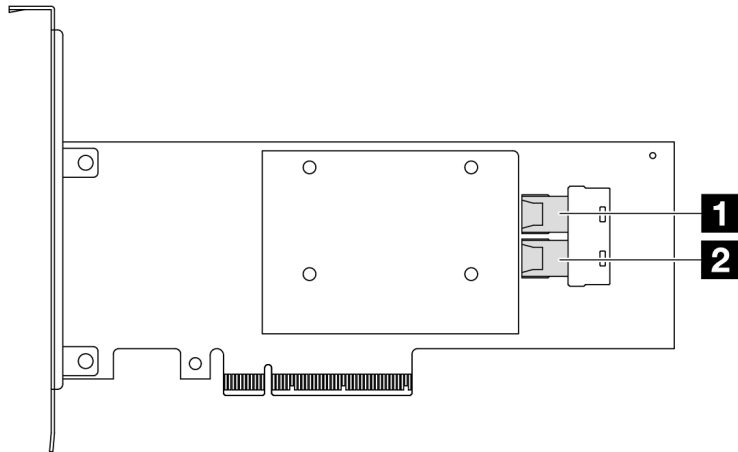

Abbildung 296. Ein Gen 3 8i SFF RAID/HBA-Adapter (zwei Anschlüsse)
- Abbildung 296 „Ein Gen 3 8i SFF HBA-Adapter \(zwei Anschlüsse\)“ auf Seite 306